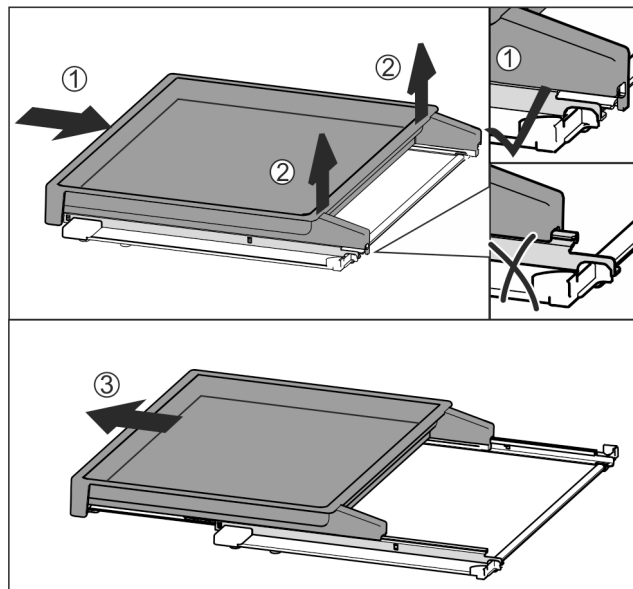

Fig. 133
- Vysouvací přihrádku zcela zasuňte Fig. 133 (1).
- Uvolněte západku na zadní straně Fig. 133 (2).
- Vysouvací přihrádku vyjměte směrem dopředu Fig. 133 (3).